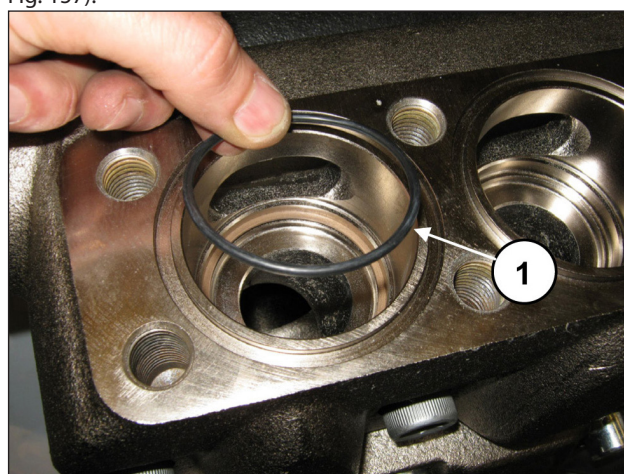

Fig. 157
Introducir la junta tórica, pos. dibujo desglosado 24 (pos. ①, Fig. 157).